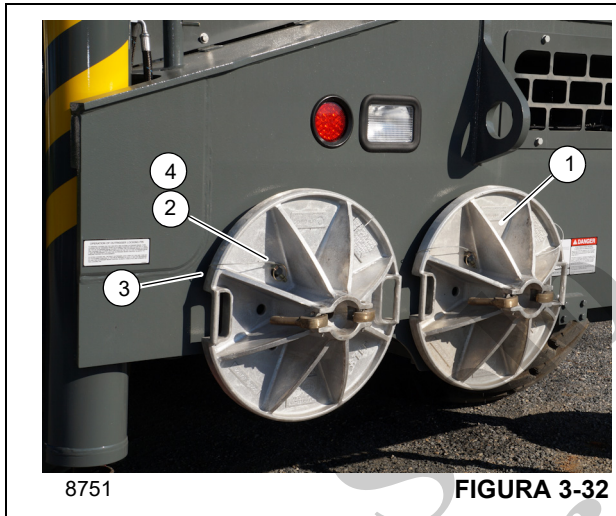

FIGURA 3-32
7. Almacene las bases de los estabilizadores (Figura 3-32).